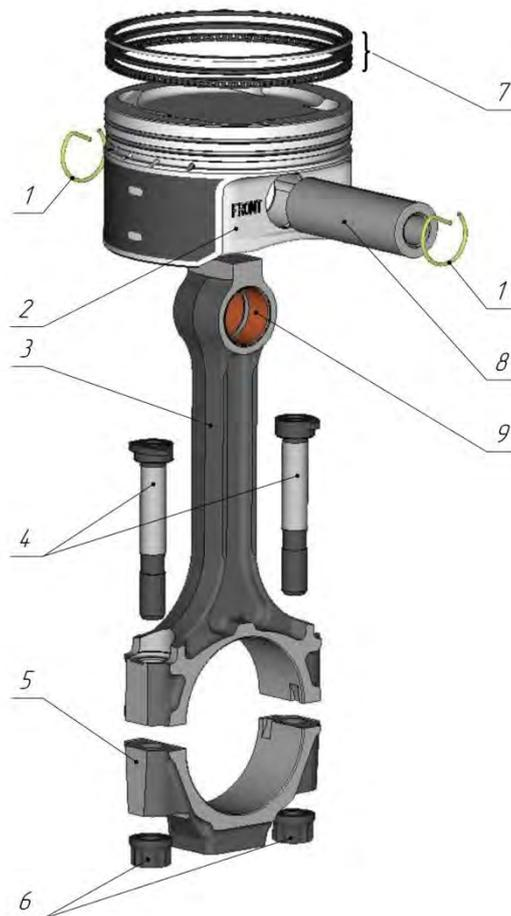

Abb. 17. Kolben und Pleuel:
**Kolben 2** (Abb. 17) ist aus einer Aluminiumlegierung gegossen. Das Kolbenhemd ist mit tonnenförmigem Vertikalprofil und Mikrorelief ausgeführt, um das Einlaufen zu verbessern und Reibungsverluste zu reduzieren. Im Quer- (horizontalen) Schnitt hat das Kolbenhemd die Form eines Ovals, wobei der größere Radius senkrecht zur Achse des Kolbenbolzens steht.